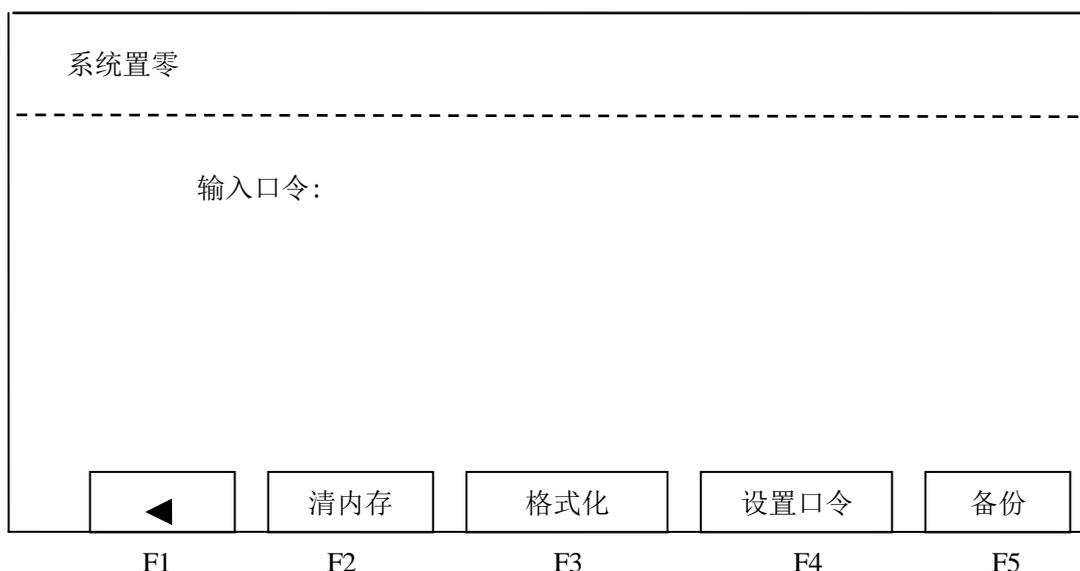

图 4-4
(1) 按“F5(系统置零)”，进入系统初始化，屏幕显示如图 4-4 所示：